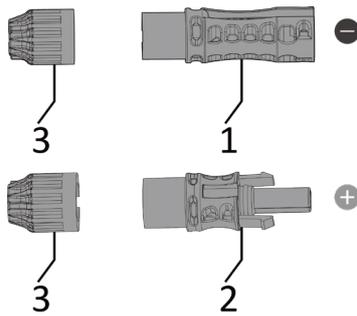

Abb. 36. Stecker für Batterieanschluss
1. Beschreibung der Teile des Batteriesteckers [siehe Abb. 36]